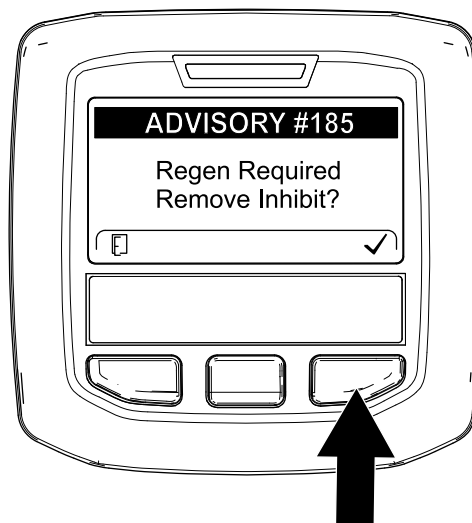

Figura 49
**Nota:** Se INHIBIT REGEN è impostata su ACCENSIONE, l'InfoCenter visualizza ADVISORY #185 (Figura 49). Premete il pulsante 3 per impostare l'inibizione della rigenerazione su SPEGNIMENTO e procedere con la rigenerazione di ripristino.